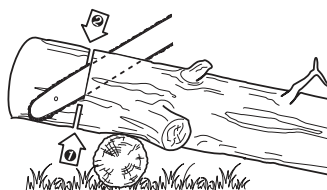

Fig. 32
- > Si le tronc est surélevé d'un seul côté (Fig. 32), coupez environ 1/3 de son diamètre par en dessous, puis terminez la coupe par le dessus, de manière à rejoindre la première entaille.